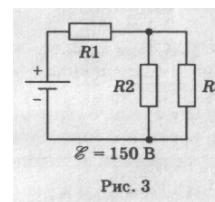

Рис. 3
3. Найдите силу тока через резистор  $R_2$ , если сопротивления резисторов  $R_1 = R_2 = R_3 = 10$  Ом (рис. 3). Внутренним сопротивлением источника тока можно пренебречь.
4. Для электрической схемы рис. 3 заданы значения сопротивлений резисторов  $R_1 = R_2 = 25 \text{ Ом}$ ,  $R_3 = 15 \text{ Ом}$ ,  $R_4 = 75 \text{ Ом}$  и входное напряжение  $U = 105 \text{ В}$ . Определить токи в ветвях и потребляемую мощность.